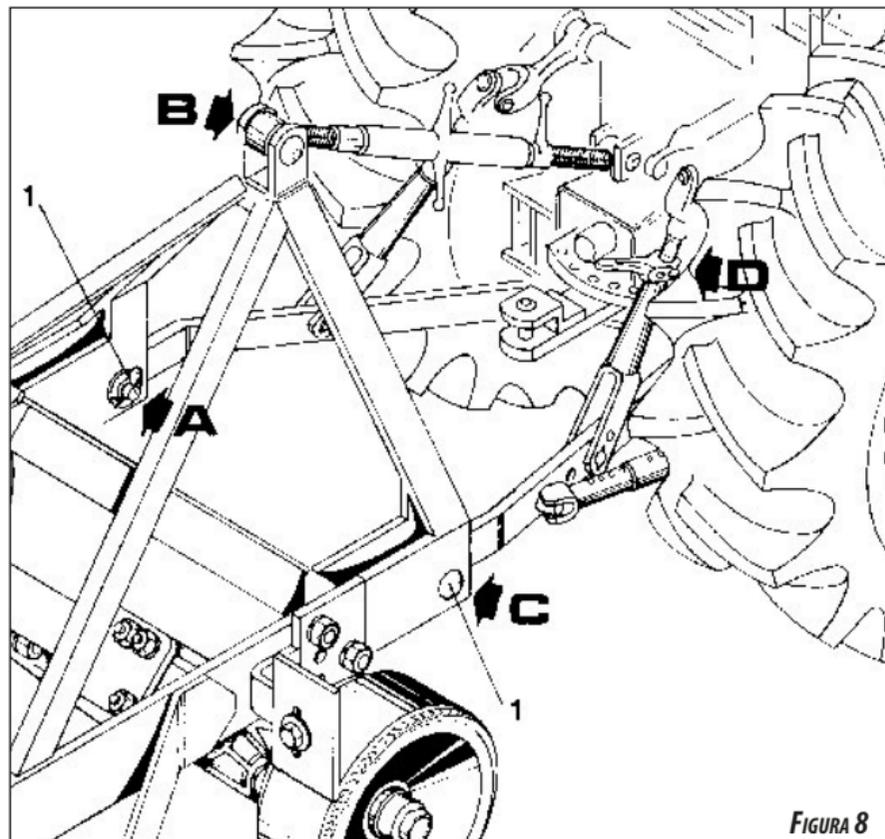

FIGURA 8
04 - Enganchar el brazo inferior izquierdo del tractor con el perno de enganche item 1 figura 8, en el soporte "A" del subsolador.
06 - Finalmente con el auxilio de la palanca reguladora de altura "D" enganchar el brazo inferior derecho del tractor en el soporte "C" del subsolador conforme figura 8. Cambiar al revés el soporte de apoyo y fijar con el perno.